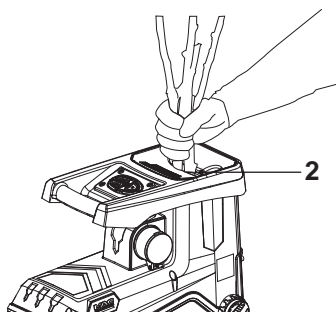

Fig. 11
2. Mettez des végétaux (ex: résidus de jardinage) dans la cheminée [2] (Fig. 11).